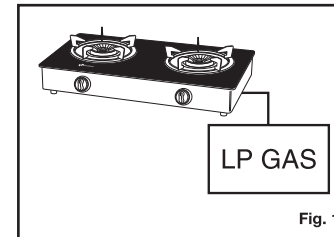

Fig. 1
- Utiliser uniquement le type de gaz spécifié sur l'étiquette jointe (Fig. 1)